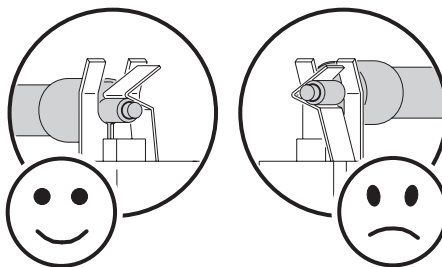

Figura 5: Terminales de la lámpara
- Asegurarse que los terminales de la lámpara queden situados debajo de la sección en V de los clips del portalámparas y no en la propia sección en V, tal y como muestra la Figura 5.